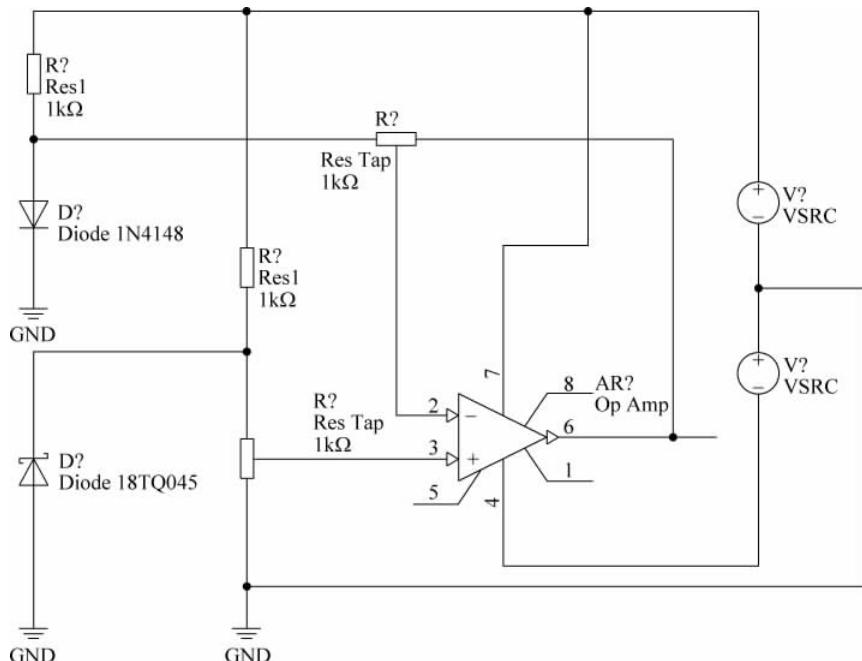

图 3-73 连接电路元器件和信号源
(4) 单击 AD 主界面下工具栏内的连线按钮, 将这些元器件和信号源按照如图 3-73 所示的方式进行连接。